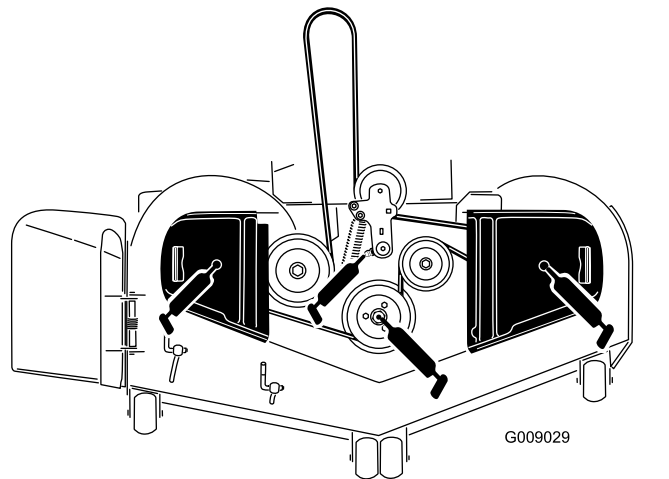

Figura 50
5. Lubrifique a articulação da polia intermédia da plataforma do cortador até o lubrificante sair por baixo (Figura 50).
6. Lubrifique os 3 rolamentos do eixo até o lubrificante sair pelas juntas inferiores (Figura 50).
7. Lubrifique o braço intermédio da correia de transmissão (Figura 50).